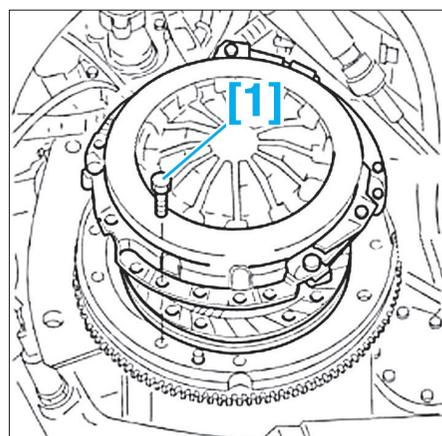

FIG. 1
- Dévisser les vis de fixation du mécanisme et le dégager en récupérant le disque (Fig.1).